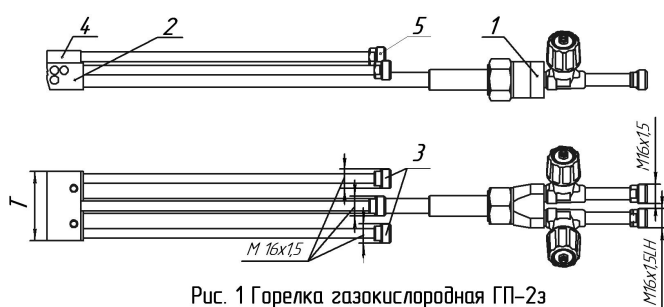

Рис. 1 Горелка газокислородная ГП-2з
4.1 Горелка газокислородная для закалки ГП-2з (Рис.1) состоит из ствола 1, газопламенного наконечника 2, и закалочного наконечника 4, имеющего штуцер подвода закалочной жидкости 5. Газопламенный наконечник состоит из смесительной камеры со съемным инжектором, трубки со штуцерами подвода охлаждающей жидкости 3, и мундштука. Мундштук имеет систему газопламенных сопел и встроенную водяную рубашку охлаждения. На стволе расположены рукоятка, два штуцера подвода газа, и два клапана.
(остальное см. Рис.1)
(остальное см. Рис. 1)